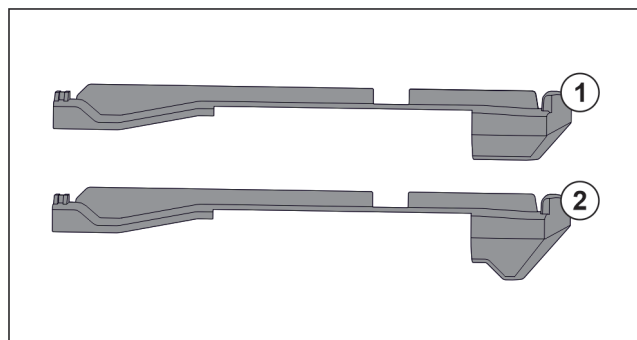

Fig. 126 Porovnání nasazovacích dílů
V přístroji se nacházejí dva různé nasazovací díly. Nasazovací díl nad nejspodnější zásuvkou Fig. 126 (2) má hranu trojúhelníkového tvaru. Všechny ostatní nasazovací díly Fig. 126 (1) mají rovnou hranu.
- ▶ Nasazovací díl Fig. 126 (2) s hranou trojúhelníkového tvaru připevněte nad nejspodnější zásuvkou.
- ▶ Nasazovací díl Fig. 126 (1) s rovnou hranou připevněte na všech ostatních místech.